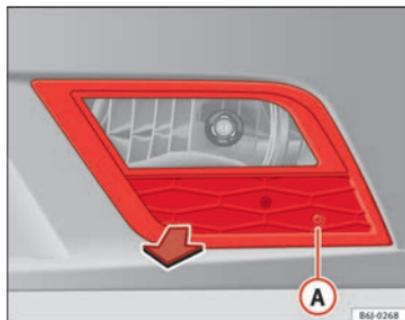

Fig. 159 Faro antiniebla
- Retire el tornillo ⇒ fig. 159 (A) de la rejilla del faro antiniebla precisando para ello un destornillador.